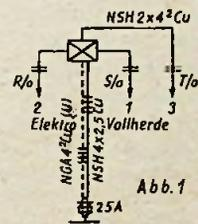
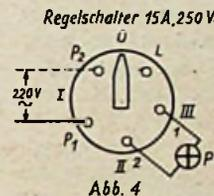
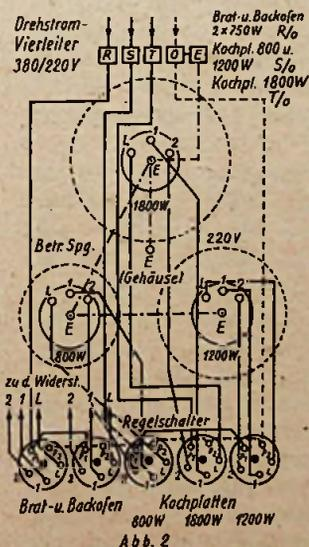

Abb. 1
Abb. 4
Abb. 2
Abb. 4: Steuerung des Katodenstromes einer Elektronenstrahlröhre durch den Wehneltzylinder, a) Vorspannung 0, höchstmöglicher Elektronenstrom; b) mittlere Vorspannung, mäßiger Elektronenstrom; c) Vorspannung = Sperrspannung, Elektronenstrom nach außen unterdrückt
auszusehen, daß die Herde dauernd mit vollem Einsatz (Stufe III) im Betrieb sind und eine Verstärkung der Hauptzuleitung nicht sogleich erfolgen konnte. Diese starke Beanspruchung der Elektroherde veranlaßte öfter Störungen (Sicherungen brannten durch). Als im ersten Herde zwei Regelschalter ausfielen, wurde bei dieser Gelegenheit auch eine Gummischlauchleitung NSH 4 · 2,5² Cu auf Putz nachgelegt, die Hauptleitung von 4 auf 6,5² verstärkt und mit 25 A abgesichert. Abb. 1 zeigt den Anschluß der drei Herde an je eine Phase und Nulleiter bei symmetrischer Verteilung. Beim Schmelzen einer Sicherung fällt nur ein Herd kurzzeitig aus. Die elektrische Kochstromanlage ist jetzt betriebssicher. Herd 1 wurde vom dreiphasigen auf einphasigen Anschluß umgeschaltet (Abb. 2 und 3). Zum Ausbau der beiden defekten Regelschalter Herd 1 (Platte 1200 und 1800 W) und Einbau der neuen Schalter 15 A, 250 V müssen zunächst die Schalterknebel auf Stellung 0 und dann das Abschlußblech mit den markierten Schaltstellungen abgenommen werden. Die Kochplatten sind herauszunehmen und die Herdplatte muß freigelegt werden. Der Herd ist zuvor abzuschalten und die Anschlußleitung NSH 2 · 4² Cu abzuklemmen. Bevor neue Regelschalter eingebaut werden, muß die Schaltstellung 0 geprüft und festgestellt werden. An die Klemmen P1 und P2 der Schalter wird die Prüfspannung 220 V ~ gelegt und der Schalter betätigt, bis an den Klemmen L—1, L—2 und 2—1 keine Spannung liegt bzw. die Prüflampe (P) nicht brennt, also Schaltstellung 0 vorliegt. Die Schalter sind entsprechend der Schalterknebelstellung zu montieren (Abb. 4). Die Anschlußklemmen P1 und P2 sind gegenüber denen der alten Schalter nach links versetzt, da neue Schalter anderen Fabrikats vorgelegen